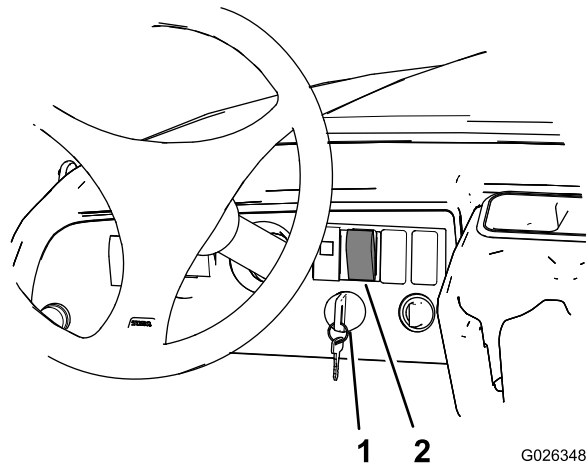

Figura 6
- 1. Rode a ignição para a posição On (ligar) (Figura 6).
- 2. Pressione a ignição da parte de cima do elevador da caixa de carga até que esteja completamente levantada (Figura 6).
- 3. Rode a ignição para a posição Off (desligar) (Figura 6).
- 7. Rode a ignição para a posição On (ligar) (Figura 6).
- 8. Pressione a ignição da parte de baixo do elevador da caixa de carga até que o accionador esteja completamente retraído (Figura 6).
- 9. Rode a ignição para a posição Off (desligar) (Figura 6).